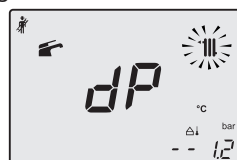

Figura 9.25
- Premendo ulteriormente il tasto 19 è possibile variare nuovamente la potenza in modalità spazzacamino: con visualizzazione sul display LCD delle lettere **dP** che si alternano con il valore di temperatura dell'acqua di riscaldamento (es.**60**), siamo in "funzione spazzacamino" alla potenza massima in sanitario" (Figura 9.25).